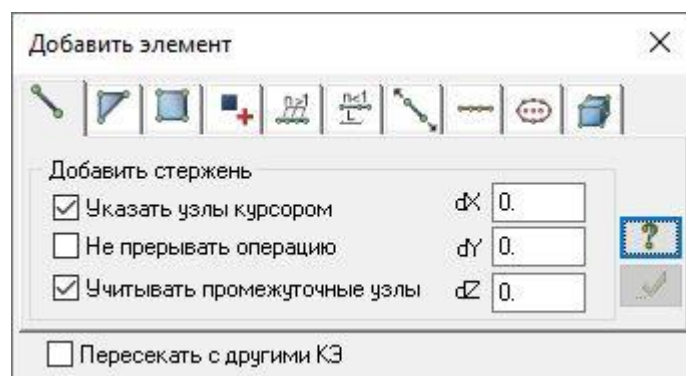

Рис.5.6. Диалоговое окно **Добавить элемент**
- Вызовите диалоговое окно **Добавить элемент** (рис.5.6) щелчком по кнопке  – **Добавить элемент** (панель **Создание** на вкладке **Создание и редактирование**).